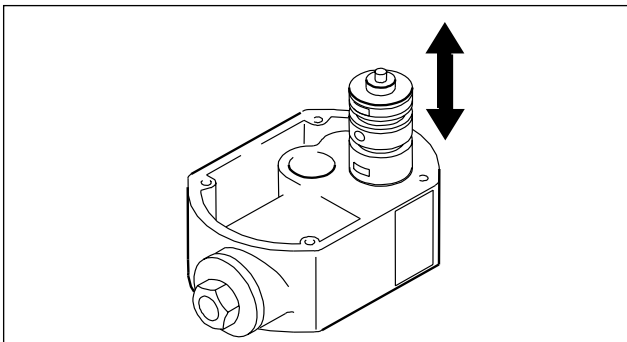

Fig. 16: Montaje de la válvula de control interior
- La válvula de control de aire se cambia como una unidad completa (Fig. 16).